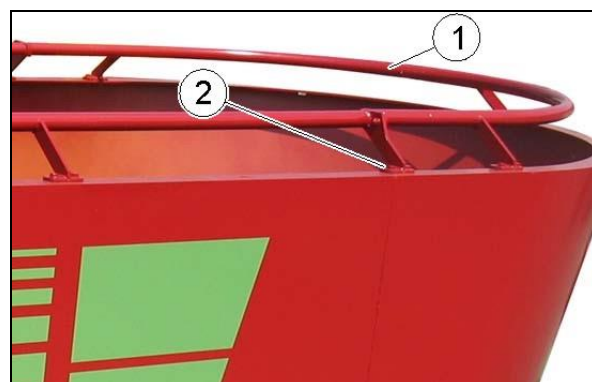

Fig. 54
- einem oberliegenden Überlaufing (Fig. 54), verschraubt auf dem Behälterkragen,